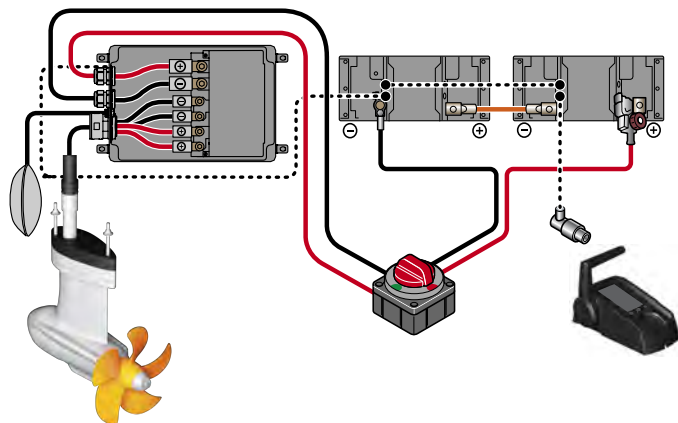

Fig. 17: Kopplingschema för Power 26-104
2. Anslut de återstående kablarna till batterierna, se "**Fig. 17: Kopplingschema för Power 26-104**".